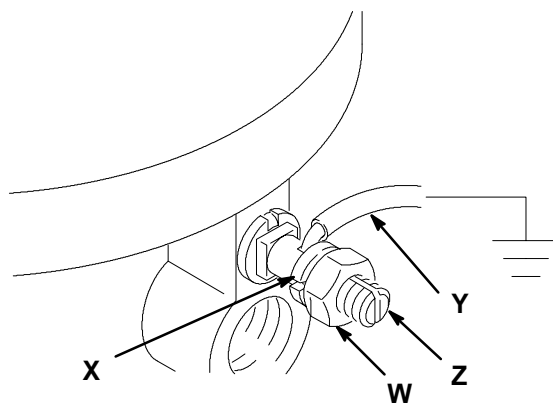

Abb. 1
- **Pumpe:** Mutter (W) und Scheibe (X) der Erdungsöse lösen. Ein Ende eines 1,2 mm² dicken Erdungskabels (Y) in den Schlitz in der Öse (Z) schieben und die Mutter fest anziehen. Das andere Ende des Kabels mit einer guten Erde verbinden. Siehe Abb. 1. *Erdungskabel und Klammer sind mit der Teilenummer 222-011 zu bestellen.*